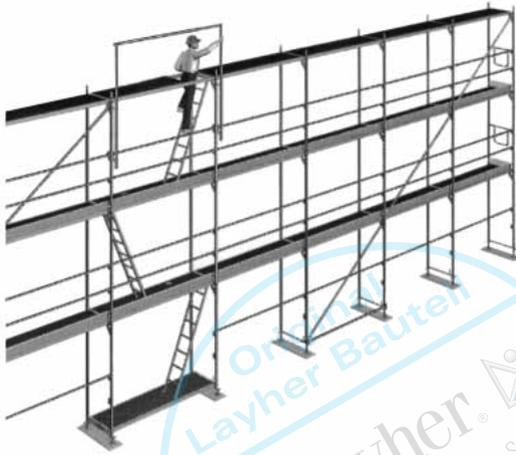
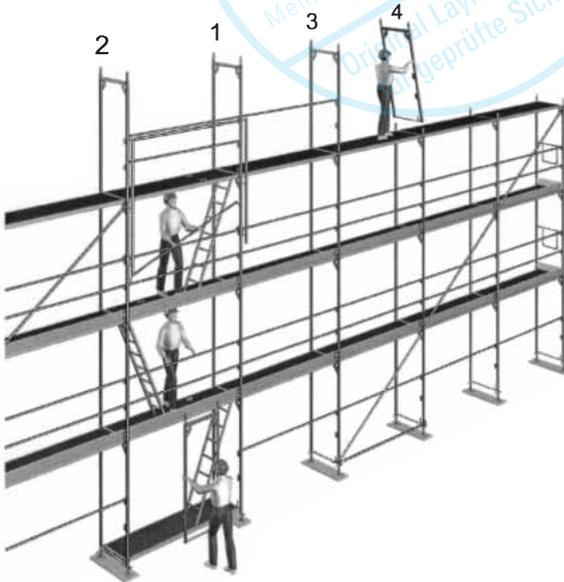

Bild 9 : Einsatz des Layher Montagesicherungsgerüders
Bild 10 : Vertikaltransport und Montage der weiteren Stellrahmen und Geländer
- die Verwendung des Layher Montagesicherungsgeländers (MSG) im Aufstiegsfeld (siehe Bild 9),
In Gerüstfeldern, in denen Vertikaltransport von Hand durchgeführt wird, müssen Geländer- und Zwischenholme vorhanden sein. Bei diesem Handtransport muss auf jeder Gerüstlage mindestens eine Person stehen (siehe Bild 10 und 11).
Als Maßnahme zur Gefahrenabwehr beim Aufstieg auf die oberste Gerüstlage, empfiehlt der Hersteller die jeweils oberste Lage des Aufstiegsfeldes vorübergehend durch das Layher Montagesicherungsgeländer zu sichern (siehe Bild 9). Das Layher Montagesicherungsgeländer besteht aus zwei Montagepfosten und einem teleskopierbaren Montagegeländer. Es wird vom jeweils darunter liegenden, gesicherten Aufstiegsfeld aus montiert. Der Aufstieg auf die oberste Lage erfolgt durch die Durchstiegsöffnung des im Aufstiegsfeld vorhandenen obersten Gerüstbodens. Danach sind im vorübergehend gesicherten Aufstiegsfeld die beiden ersten Stellrahmen sowie der Geländer- und Zwischenholm zu montieren (siehe Bild 10). Der Geländerholm ist umgehend festzukeilen.
Die weiteren Stellrahmen sind ausgehend von dem Gerüstfeld, in dem der Vertikaltransport durchgeführt wird, zu montieren (siehe Bild 10 und 11). Der Geländerholm ist unmittelbar nach dem Stellen der dafür erforderlichen Rahmen zu montieren. An den Endfeldern sind die Stirngeländer einzubauen.